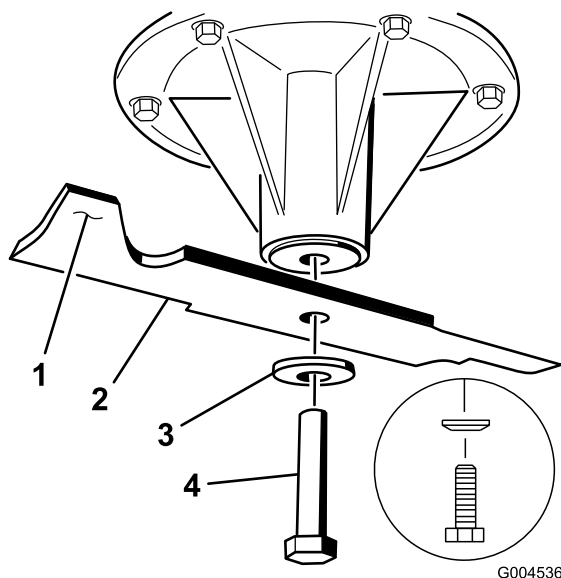

Figure 99
2. Enlevez de l'axe, le boulon, la rondelle bombée et la lame (Figure 99).